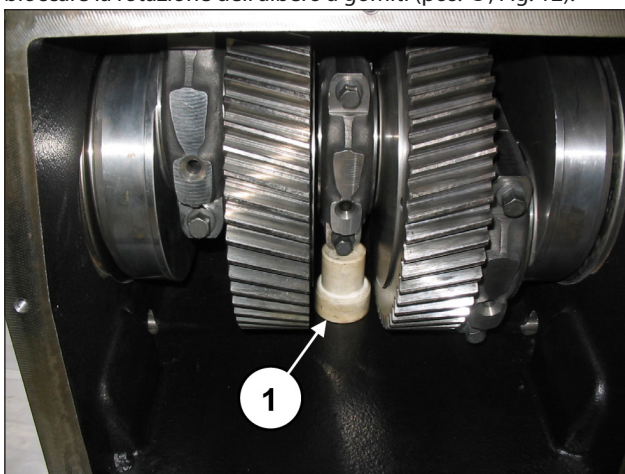

Fig. 12
Inserire uno spessore sotto al fusto della biella centrale per bloccare la rotazione dell'albero a gomiti (pos. ①, Fig. 12).